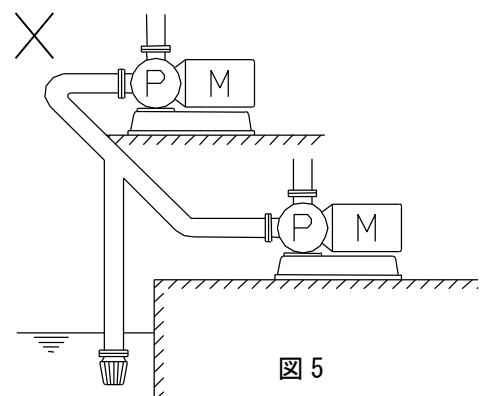

図 5
- (e) 吸込配管を、図 5 のように分岐にしないようにしてください。1 台運転のとき、停止中のポンプから空気を吸い込み、揚水不能となることがあります。